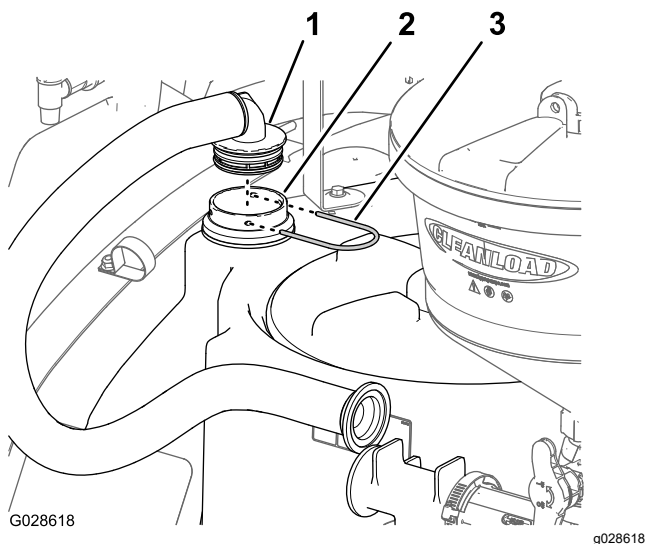

Figura 23
1. Introduceți fittingul inelat de 90° al furtunului rezervorului în fittingul plăcii despărtoare (Figura 23) pe care l-ai montat în pasul 2 din Instalarea plăcii despărtoare Fiting (Pagină 11).
2. Fixai fittingul de 90° la fittingul plăcii despăritoare cu ajutorul unui opritor (Figura 23).